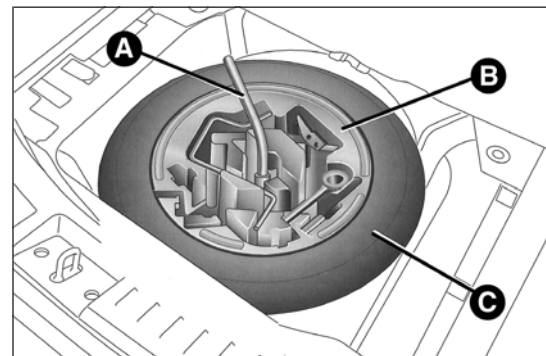

fig. 112
- ❑ à l'aide de la clé A fig. 112 située dans la boîte à outils, dévisser le dispositif de blocage, prendre la boîte à outils B et la déposer à côté de la roue à remplacer. Prendre ensuite la roue compacte de secours C ;